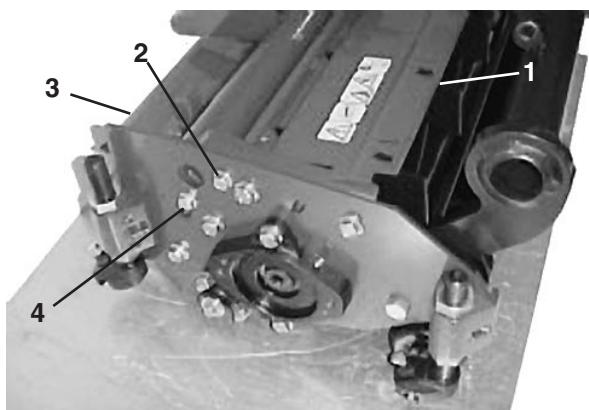

Bild 1
1. Lockern Sie zum Öffnen des hinteren Ablenkblechs (Bild 1) die Bundschraube, mit der das Blech an der linken Seitenwand befestigt wird, drehen das Blech in die geöffnete Stellung und ziehen die Bundschraube wieder fest.